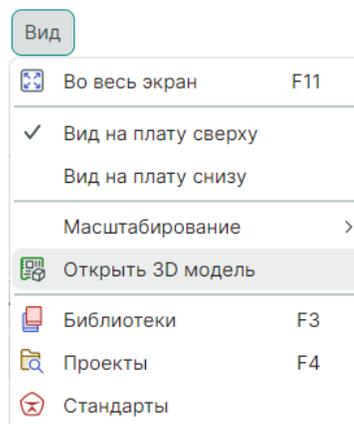

Рис. 537 Открытие 3D модели платы через главное меню
- С помощью пункта «Открыть 3D модель» в разделе «Вид» главного меню, см. Рис. 537. Для вызова данной функции в главном меню документ «Плата» должен быть активен.